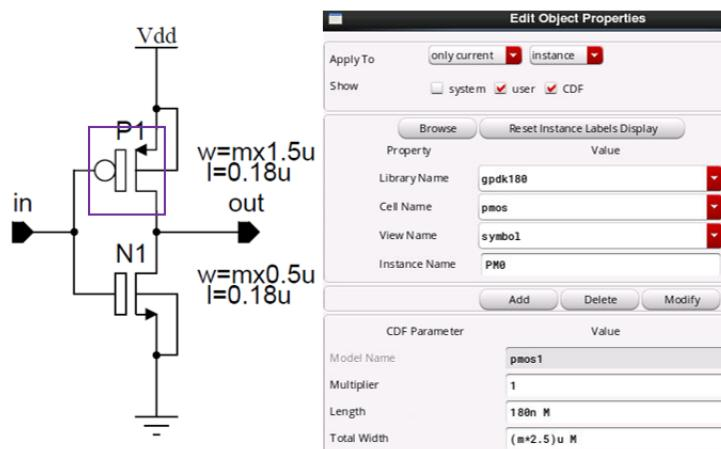

Figura 2.4: nMOS și pMOS: Modificare parametrului  $W$ .
1. se modifică parametrul  $W$  al dispozitivelor *nmos* și *pmos* folosind tasta *q*. Pentru dispozitivul *nmos* vom folosi parametrul *m*, iar pentru dispozitivul *pmos* parametrul *n*. În Figura 2.4 se regăsește exemplul pentru dispozitivul *nmos*